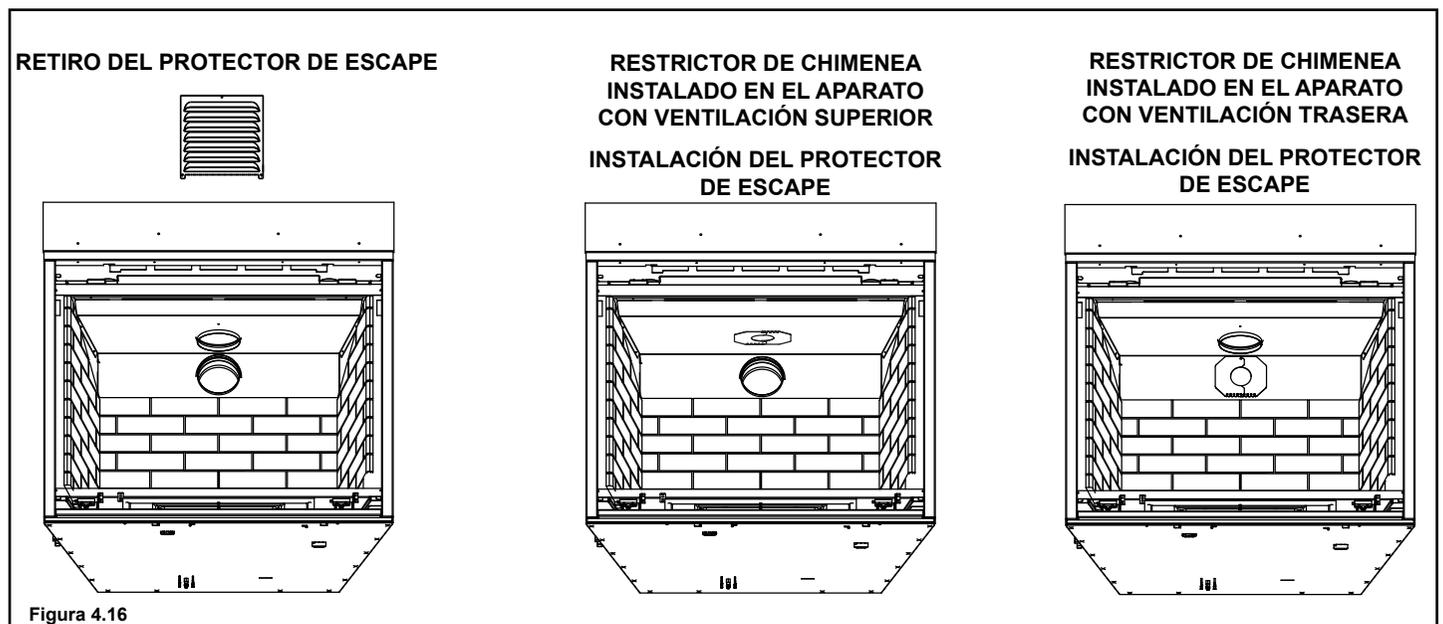

Figura 4.16
1. Retire el protector de escape. Consulte la Figura 4.16.
4. Centre las dos piezas del restrictor de chimenea en el conducto de ventilación en la configuración seleccionada en el paso 3 y asegúrelas en su lugar con dos tornillos autorroscantes. Consulte la Figura 4.16.